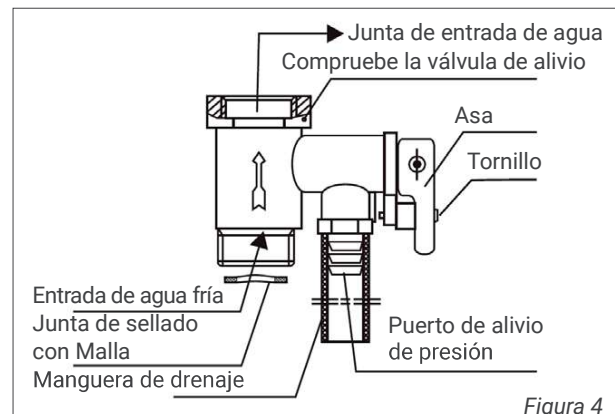

Figura 4
1. La válvula de seguridad (original de fábrica identificación 0.8MPa) en los accesorios se instalará en la junta de entrada de agua (como se muestra en la figura 4), y la materia prima. El cinturón debe enrollarse para asegurar el sellado. La dirección de la flecha debe ser coherente con el sentido del flujo de entrada de agua del termo eléctrico (como se muestra en la Fig. 4). La junta de estanqueidad de la red se instalará en la entrada de agua fría de la válvula de seguridad, y la manguera de drenaje a la presión en la salida de alivio de la válvula de seguridad debe estar instalada para mantener una inclinación continua hacia abajo. Se instalará en un ambiente libre de heladas, y luego extendido a la fuga a tierra, mantenido conectado con la atmósfera y correctamente fijado para evitar quemaduras por descarga de agua caliente o vapor. La válvula de seguridad puede evitar que el tanque exceda la presión nominal de 0.1MPa. Si la presión en el tanque es demasiado alta, la válvula de seguridad automáticamente se abrirá y drenará el agua de su puerto de alivio de presión para liberar presión.
8. Si los usuarios quieren un suministro de agua multicanal, pueden conectar la tubería de agua de acuerdo con el método que se muestra en la figura 4.